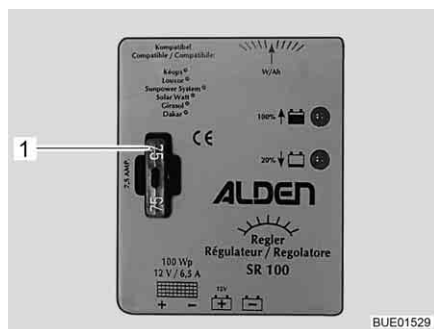

Bild 166 Sicherung Solar-Laderegler 100 W
- Flachsicherung 5 A/hellbraun (Bild 166,1) wechseln.